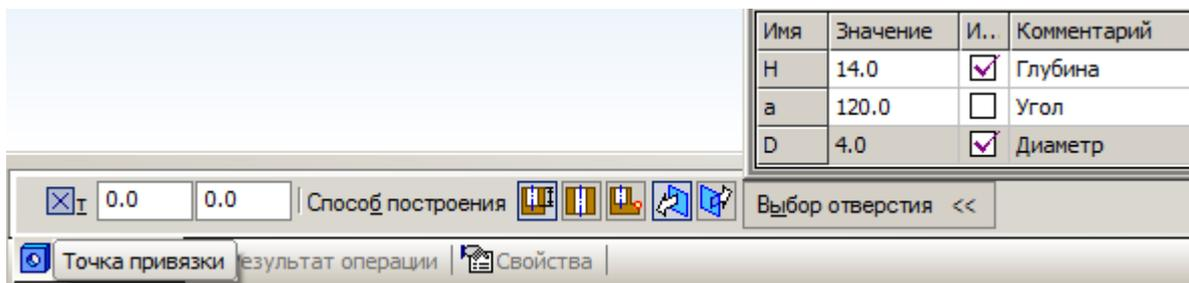

Рис. 12. Щёлкните по крестику, разрешающему использование точки привязки
- Выберите *Отверстие 02*, в нижней части окна введите глубину отверстия — *14 мм* и нажмите клавишу *Enter*, диаметр — *4 мм* и нажмите *Enter*. Далее обязательно щёлкните по крестику, разрешающему использование точки привязки (рис. 12).